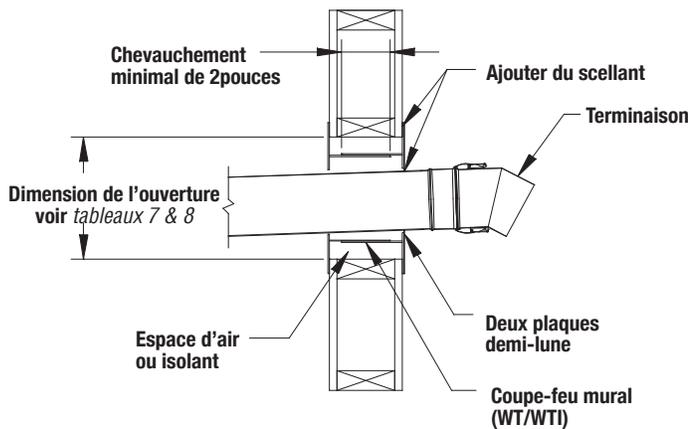

Figure 8 - Pénétration murale
- 3- Installer le coupe feu mural en insérant la partie la plus large vers l'appareil (côté intérieur). voir *figure 8*